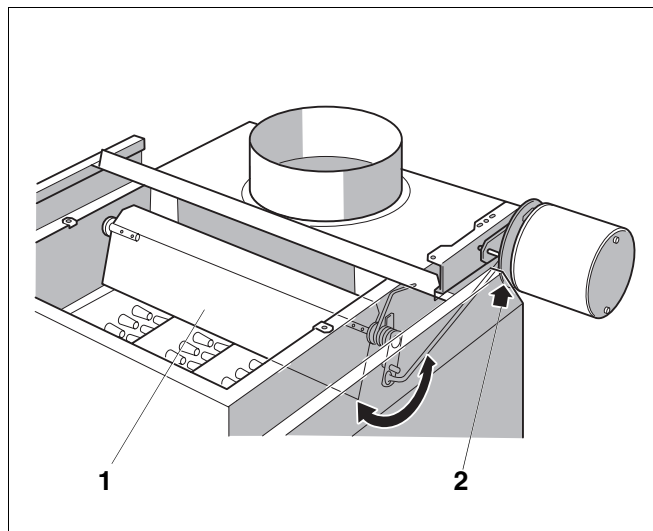

Рис. 31 Запорный клапан дымовых газов в положении "Открыто"
- При запросе на покрытие тепловой нагрузки запорный клапан дымовых газов (рис. 31, **поз. 1**) должен переходить в положение "Открыто". Проверьте это по движению рычажка (рис. 31, **поз. 2**). Только когда полностью будет достигнуто положение "Открыто", можно включать газовую горелку.